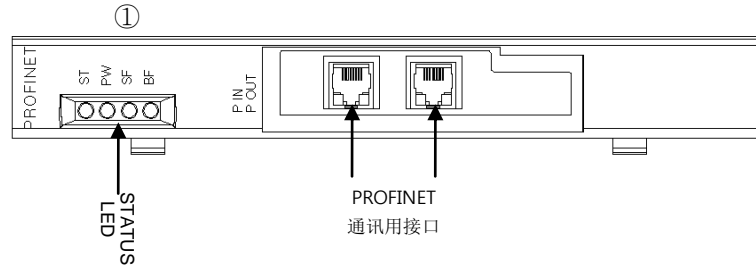

图 3.1 CC- PROFINET Option Card 正面外形图
PROFINET Option Board 正面外形图 如图3.1.
PROFINET Option Board上一共有4个LED 可以简单确认PROFINET Adapter状态. 外形如图3.1的①, 功能如下.